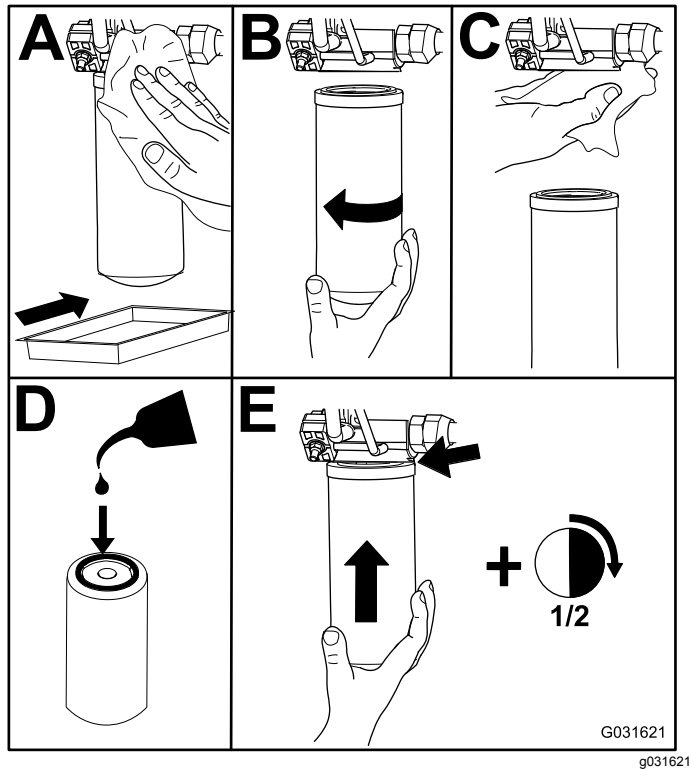

Bild 117
2. Tauschen Sie die Hydraulikfilter aus (Bild 117).